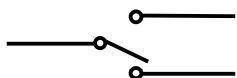

Figura 3.3 Interruptor conmutable
5. Realice el esquema de un circuito en el que dos interruptores del tipo mostrado en la Figura 3.3. pueden utilizarse para accionar la misma lámpara desde dos lados opuestos de un cuarto